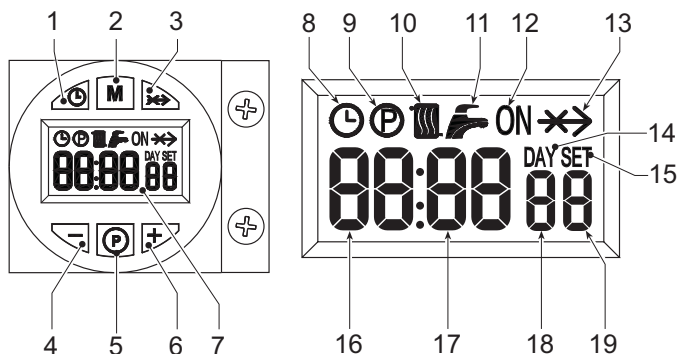

fig. 1 - Panoul de comandă
Cererea de aprindere (generată la închiderea contactului pe bornele 7-8 (vezi fig. 13), în condiții de setare implicită (default setting) este indicată de activarea simbolului caloriferului (det. 10 - fig. 1).
1. Apăsați pe butonul pentru setarea zilei/a orei (det. 1 - fig. 1).
2. Pe afișaj (det. 7 - fig. 1), simbolurile CEAS și DAY (Zi) clipește intermitent: reglați ziua curentă din săptămână cu tastele + și - (det. 4 și 6 - fig. 1), ținând cont de faptul că 1=luni, 7=duminică. Confirmați ziua apăsând pe butonul pentru reglarea orei/a zilei (det. 1 - fig. 1).
3. Pe afișaj (det. 7 - fig. 1), cele două cifre pentru ORA CURENTĂ și simbolul CEAS clipește intermitent: reglați ora exactă cu tastele + și - (det. 4 și 6 - fig. 1), de la 00 la 23. Confirmați ora apăsând pe butonul pentru reglarea orei/a zilei (det. 1 - fig. 1).
4. Pe afișaj (det. 7 - fig. 1), cele două cifre pentru MINUTELE CURENTE și simbolul CEAS clipește intermitent: reglați minutele exacte cu tastele + și - (det. 4 și 6 - fig. 1), de la 00 la 59. Confirmați minutele apăsând pe butonul pentru reglarea orei/a zilei (det. 1 - fig. 1). Funcționarea încălzire automată, Manuală On, Manuală Off
Apăsând pe butonul pentru selectarea modului de funcționare (det. 2 - fig. 1) se poate seta:
1. În modul Funcționare automată, pe afișaj (det. 7 - fig. 1) este vizualizat simbolul CE-AS. Cererea de activare și de dezactivare a arzătorului depinde de programul săptămânal setat. În intervalul orar solicitat, pe afișaj (det. 7 - fig. 1) este vizualizat și simbolul ON.
2. În modul Funcționare manuală On, pe afișaj (det. 7 - fig. 1) este vizualizat numai simbolul ON. Pentru arzător rezultă că există o solicitare.
3. În modul Funcționare manuală Off, pe afișaj (det. 7 - fig. 1) nu este vizualizat nici simbolul ON, nici simbolul CEAS. Arzătorul este stins.
Programul săptămânal este pre-setat cu 3 intervale orare de activare ON și 3 intervale orare de dezactivare OFF: sunt egale pentru fiecare zi a săptămânii. În intervalul orar de activare, pe afișaj (det. 7 - fig. 1) este vizualizat simbolul ON.
1. Apăsați pe butonul Programare "P" (det. 5 - fig. 1)
2. Selectați ziua de programat cu tastele + și - (det. 4 și 6 - fig. 1):
3. Apăsați pe butonul Programare "P" (det. 5 - fig. 1):
- Utilizați tastele + și - (det. 4 și 6 - fig. 1) pentru a modifica începutul primului (1st) interval orar de activare ON; de ex. 06:00Apăsați pe butonul Programare "P" (det. 5 - fig. 1)
- Utilizați tastele + și - (det. 4 și 6 - fig. 1) pentru a modifica începutul primului (1st) interval orar de dezactivare OFF; de ex. 09:00Apăsați pe butonul Programare "P" (det. 5 - fig. 1)
- Utilizați tastele + și - (det. 4 și 6 - fig. 1) pentru a modifica începutul celui de-al doilea (2nd) interval orar de activare ON; de ex. 12:30Apăsați pe butonul Programare "P" (det. 5 - fig. 1)
- Utilizați tastele + și - (det. 4 și 6 - fig. 1) pentru a modifica începutul celui de-al doilea (2nd) interval orar de dezactivare OFF; de ex. 14:00Apăsați pe butonul Programare "P" (det. 5 - fig. 1)
- Utilizați tastele + și - (det. 4 și 6 - fig. 1) pentru a modifica începutul celui de-al treilea (3rd) interval orar de activare ON; de ex. 16:00Apăsați pe butonul Programare "P" (det. 5 - fig. 1)
- Utilizați tastele + și - (det. 4 și 6 - fig. 1) pentru a modifica începutul celui de-al treilea (3rd) interval orar de dezactivare OFF; de ex. 23:30Apăsați pe butonul Programare "P" (det. 5 - fig. 1)
11. Apăsați pe butonul Programare "P" (det. 5 - fig. 1) timp de 3 secunde, se iese din modul de programare.
Pentru a ajunge la meniul parametri, apăsați pe butonul Programare "M" (det. 2 - fig. 1) timp de 5 secunde. Este afișat parametrul "u01": identificat de mesajul SET 01. Apăsând pe butonul "P" (det. 5 - fig. 1) se poate derula lista parametrilor.
Pentru a modifica valoarea unui parametru este suficient să se apese pe tastele + și - (det. 4 și 6 - fig. 1): modificarea va fi salvată automat. După ce s-a modificat parametrul, trebuie să așteptați 3 secunde: data clipește intermitent și este salvată.
Pentru a ieși din meniu, apăsați pe butonul pentru "selectarea modului de funcționare - M" (det. 2 - fig. 1) timp de 5 secunde.
Pentru a ajunge la meniul parametri, apăsați pe butonul Programare "P" (det. 5 - fig. 1) timp de 10 secunde. Este afișat parametrul "t01": identificat de mesajul SET 01. Apăsând pe butonul "P" (det. 5 - fig. 1) se poate derula lista parametrilor.